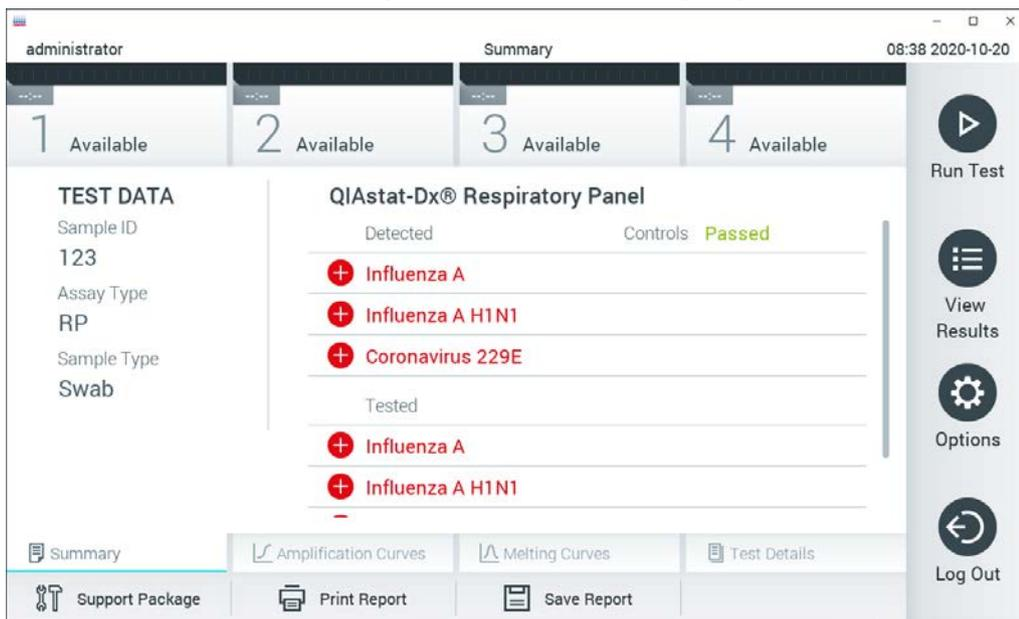

Figure 30. Écran Summary (Résumé) des résultats.
11. Après l'éjection de la cartouche de dosage QIAstat-Dx, l'écran Summary (Résumé) des résultats s'affiche (Figure 30). Reportez-vous à la section 5.5 pour plus de détails.